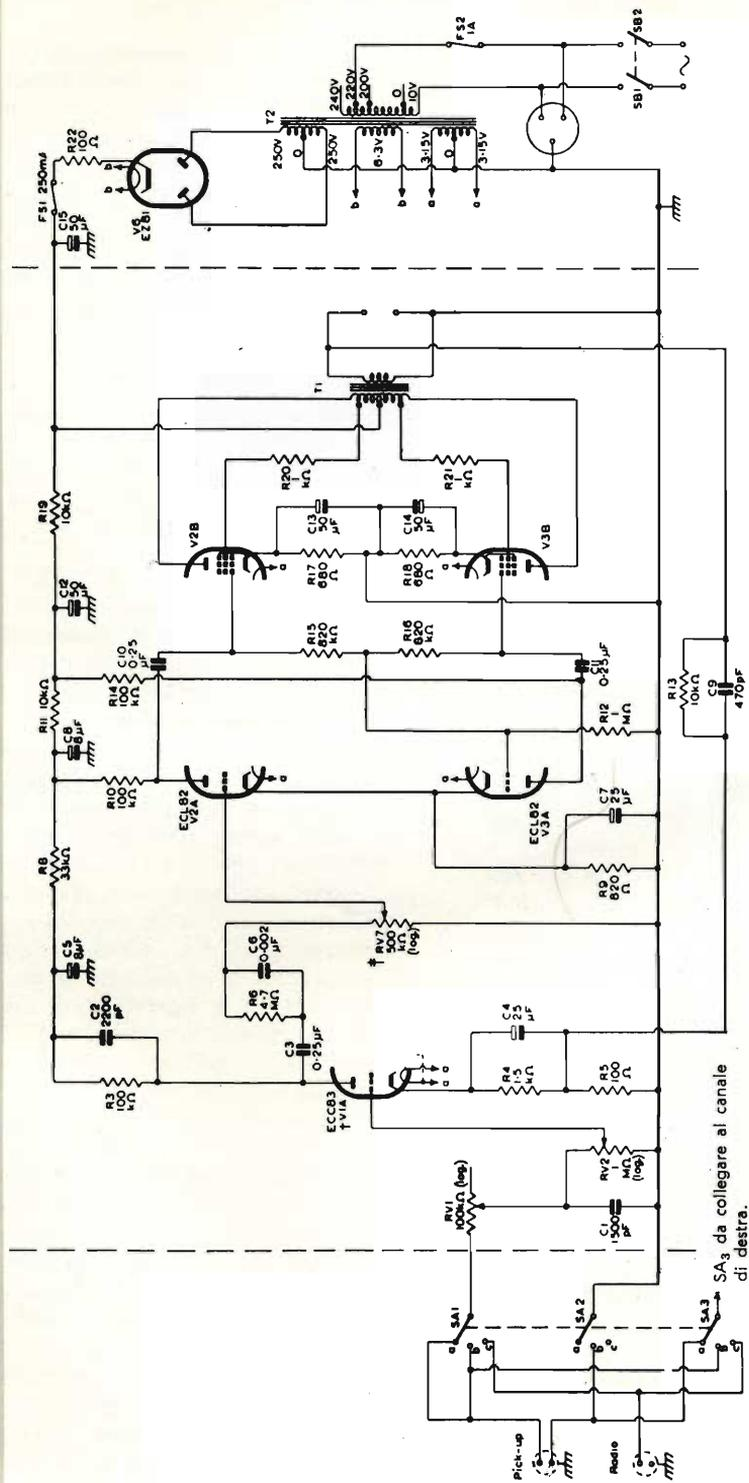

Fig. 3 - Schema elettrico del circuito dell'amplificatore stereofonico da 7 W (è indicato soltanto il canale di sinistra).
Lo schema rappresentato in fig. 3 è quello di un amplificatore bicanale di alta qualità progettato appositamente per la riproduzione stereofonica e capace di offrire una buona prestazione anche per riproduzione monoaurale. Nella figura è stato disegnato il circuito relativo ad un solo canale; la parte compresa tra le linee verticali tratteggiate appartiene al canale di sinistra e deve essere ripetuta identicamente per quello di destra. La parte di circuito esterna alle linee tratteggiate (la alimentazione, per esempio) è comune ai due canali.
Gli stadi d'ingresso dei due canali sono collegati al selettore a 3 vie SA. Le posizioni indicate in fig. 3 offrono le seguenti possibilità di utilizzazione:
- riproduzione monoaurale a due canali con prelievo del segnale da un normale fonorivelatore. In questo caso viene mantenuto, rispetto all'utilizzazione precedente, il collegamento del terminale d'ingresso del canale di sinistra ($a = b$ per SA_1 in fig. 3) e i due canali sono collegati in parallelo. Nella posizione b di SA_2 viene collegato a massa il terminale della testina stereofonica che era precedentemente collegato con l'ingresso del canale di destra (posizione a di SA_3). Se il contatto b di SA_3 viene collegato a massa anziché al contatto b di SA_1 si può ottenere la riproduzione monoaurale utilizzando un singolo canale.
- riproduzione monoaurale a due canali con prelievo del segnale da un sintonizzatore a modulazione di frequenza. I morsetti d'ingresso della fig. 3 sono predisposti per la riproduzione monoaurale. Se il contatto c di SA_3 viene collegato anziché al contatto omonimo di SA_1 , all'altro morsetto d'ingresso (in fig. 3 radio), il circuito può essere usato per la riproduzione di trasmissioni stereofoniche. Se ancora lo stesso contatto c di SA_3 è messo a massa, il sistema può essere usato per la riproduzione monoaurale, ad un solo canale, del segnale prelevato dal sintonizzatore a modulazione di frequenza.
La percentuale di distorsione armonica totale viene misurata applicando all'ingresso un segnale continuo sinusoidale a 400 Hz. Con la controeazione di 21 dB. e per una potenza d'uscita di 7 W per canale, la distorsione risulta sempre inferiore allo 0,5 % (v. fig. 3).